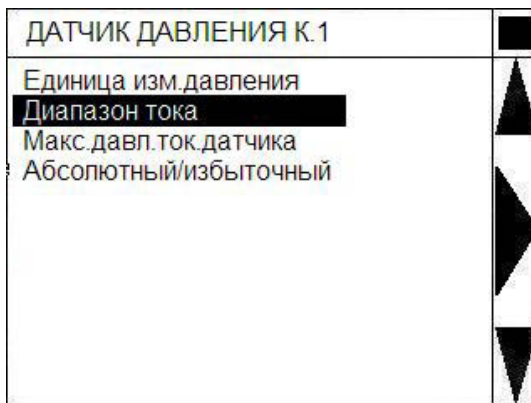

Рис.27 – Меню «Датчик давления»
3.4.8.6.12 Выделив строку «Датчик давления» в меню «Заводские установки канала» и активировав ее можно посмотреть заводские установки датчика давления конкретного канала (рис.27).